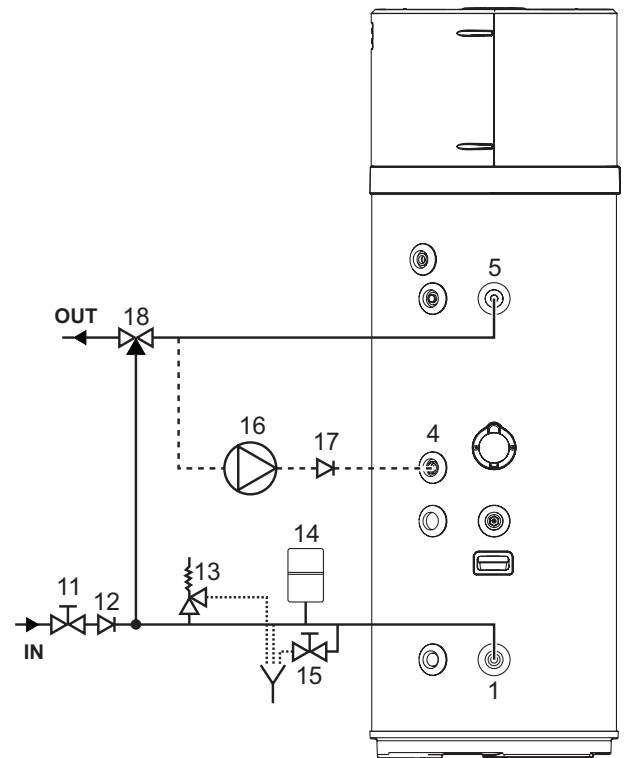

fig. 17- Ejemplo sistema hídrico
La figura siguiente (fig. 17) ilustra un ejemplo de conexión hidráulica.
### Leyenda (fig. 17)
**!** ¡ATENCIÓN! La bomba de calor para la producción de agua caliente sanitaria puede calentar agua a más de 60°C. Por este motivo, para protegerse de las quemaduras es necesario instalar un dispositivo termostático de mezcla automática en el tubo del agua caliente (fig. 17).